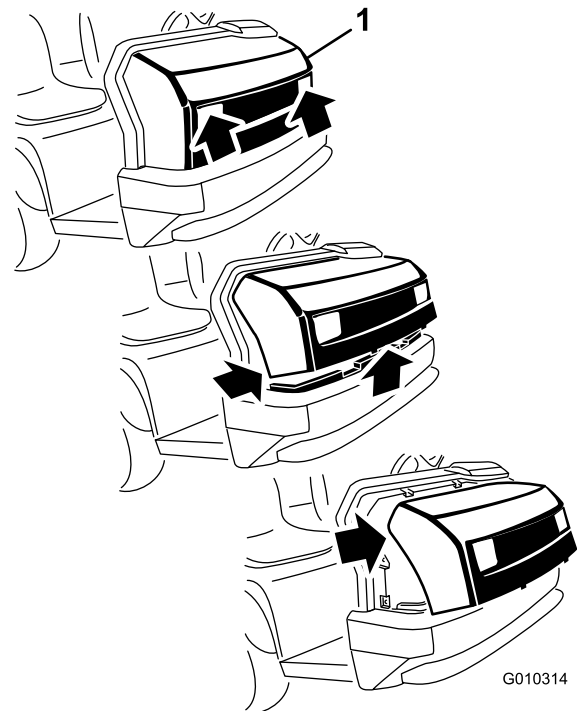

Figura 6
1. Segurando o capot nas aberturas dos faróis, eleve o capot para libertar as patilhas de montagem inferior das ranhuras no pára-choques (Figura 6).
2. Desloque a parte inferior do capot para cima até ser possível retirar as patilhas de montagem superiores das ranhuras da estrutura (Figura 6).
3. Desloque a parte superior do capot para a frente e desligue os conectores de fios dos faróis (Figura 6).